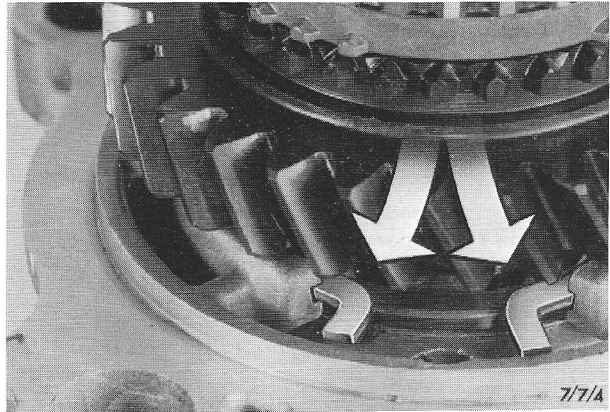

Fig.131 Borgveer van hoofdaslager verwijderen.
15. Licht de borgveer voor het hoofdaslager uit de groef in het staartstuk (fig.131) en klop de complete hoofdas met een koperen hamer uit het staartstuk.